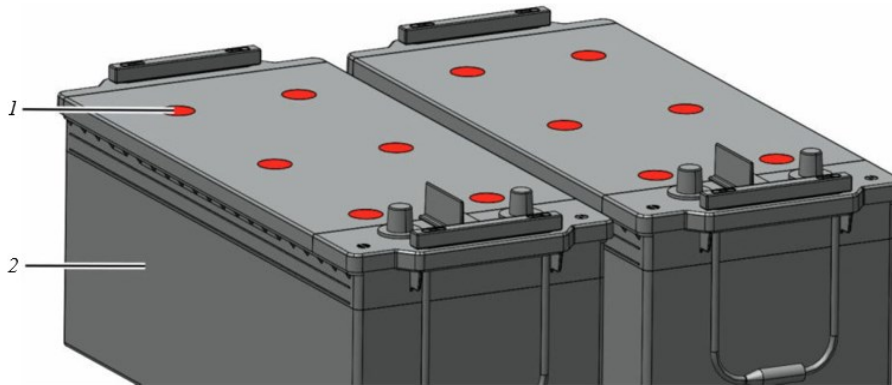

Рисунок 5.91. Аккумуляторные батареи
- ▶ Открыть пробки наливных горловин во всех отсеках (для открытия вращать пробку против часовой стрелки) аккумуляторной батареи рис. 5.91.